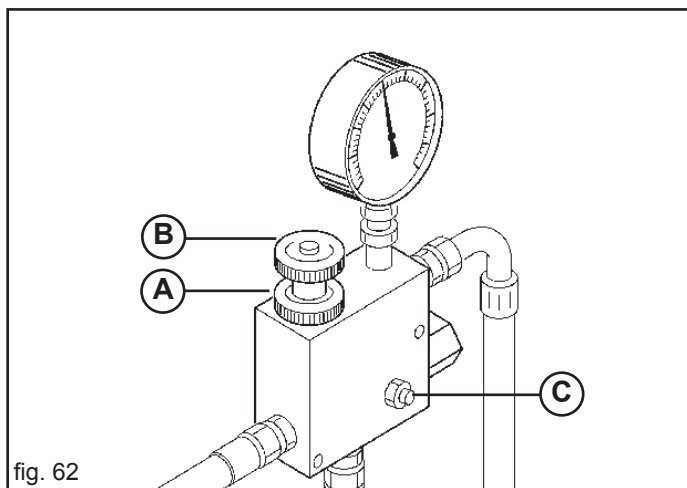

fig. 62
Bei abgeschaltetem Motor und sicher gebremstem Schlepper alle Schnellkupplungen einstecken. Den Motor starten und die Hydraulik einige Minuten lang bei Leerlaufdrehzahl betätigen. Den Druck dabei konstant halten, um Drehzahlschwankungen des Gebläses zu vermeiden. Den Druck erst regulieren, nachdem das Öl seine Betriebstemperatur erreicht hat und keine Drehzahlschwankungen des Gebläses mehr auftreten. Falls das Anbaugerät an verschiedenen Schleppern - daher also auch mit unterschiedlichen Steuergeräten und Ölsorten - betrieben wird, muß diese Einstellung an jedem Schlepper neu vorgenommen werden. Bei den Schleppern mit Verstellförderpumpe (geschlossener Hydraulikkreis) mit Öldurchsatzregler ist der 3-Wege-Regler (B Abb. 62) vollständig zu öffnen und bei niedrigem Öldurchsatz ist der interne Regler des Schlepperkreises dann schrittweise zu öffnen, bis der gewünschte Druck, der auf dem Manometer (C Abb. 61) angezeigt wird, erhalten wird.
Wenn man die Gebläseumdrehungen für die Verteilung von schwereren Samen erhöhen will, mit Vorsicht und Achtung wie folgt vorgehen (Abb. 62):
- Die Feststellnutmutter lockern (A Abb. 62);
- Regelventil (B Abb. 62) im Uhrzeiger- oder Gegensinn drehen um den Druck zu senken oder zu erhöhen und daher die Gebläseumdrehungen zu ändern.
Es ist für irgendwelchen Grund verboten die Höchstdruckventilschraube (C Abb. 62) zu verstellen, da sich die Einstellung der Anlage ändern würde und deshalb Motor, Pumpenbruch -oder Gebläse verursachen.